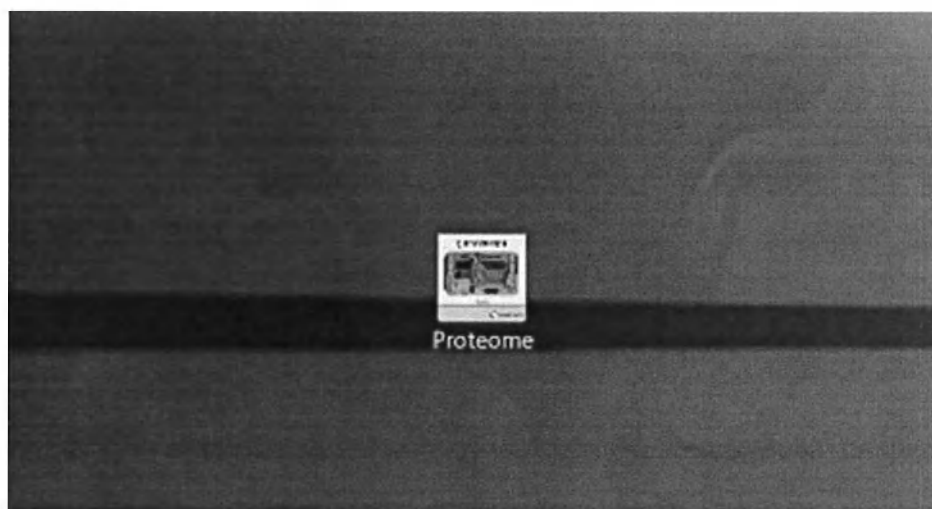

Рисунок 20
9.5.3.1 Дважды щелкните значок «Proteome» на экране ПК [Рисунок 20].